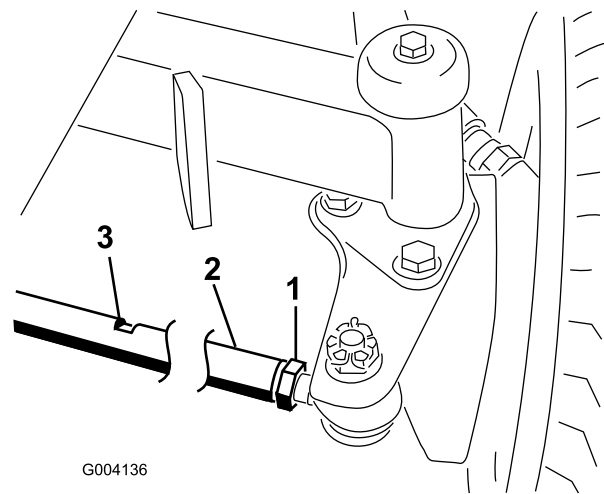

図 90
2. 各タイロッド図 90の端についているジャムナットをゆるめる。